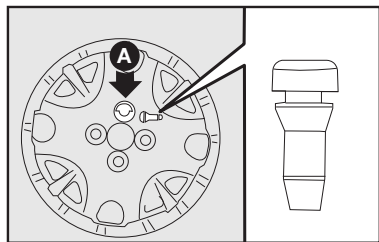

fig. 10
8) Colocar a calota cuidando para que o símbolo , na parte interna, fique em correspondência com a válvula, e dessa maneira o furo maior da calota **A-fig. 10** passe pelo parafuso já fixado;